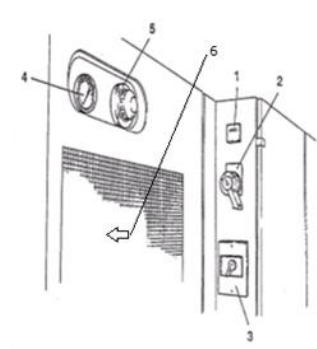

Fig. 1 – Lado posterior do Centro de Torneamento
- 3- Ligar o disjuntor de protecção para a iluminação ([3] Fig. 1)- Após a primeira utilização poderá ficar sempre ligado